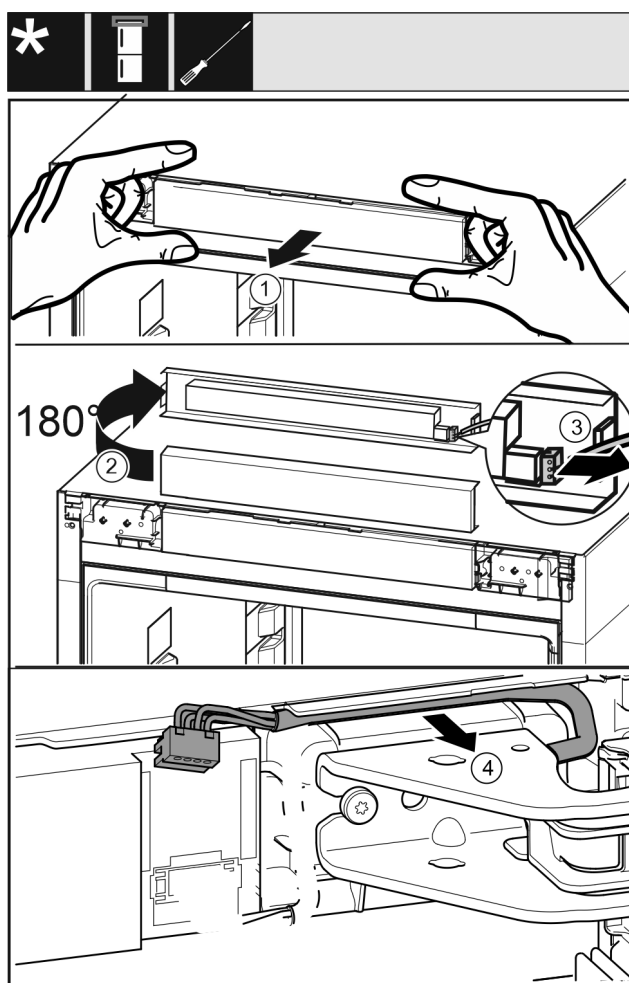

Fig. 10
- Allentare con cautela la maschera di comando Fig. 10 (1) in avanti.
- Ruotare la maschera di comando Fig. 10 (2) verso l'alto di 180°.
- Spingere il naso di arresto Fig. 10 (3) all'indietro ed estrarre con cautela la spina.
- Allentare con cautela il cavo Fig. 10 (4) dalla guida passando attraverso il blocco di supporto.